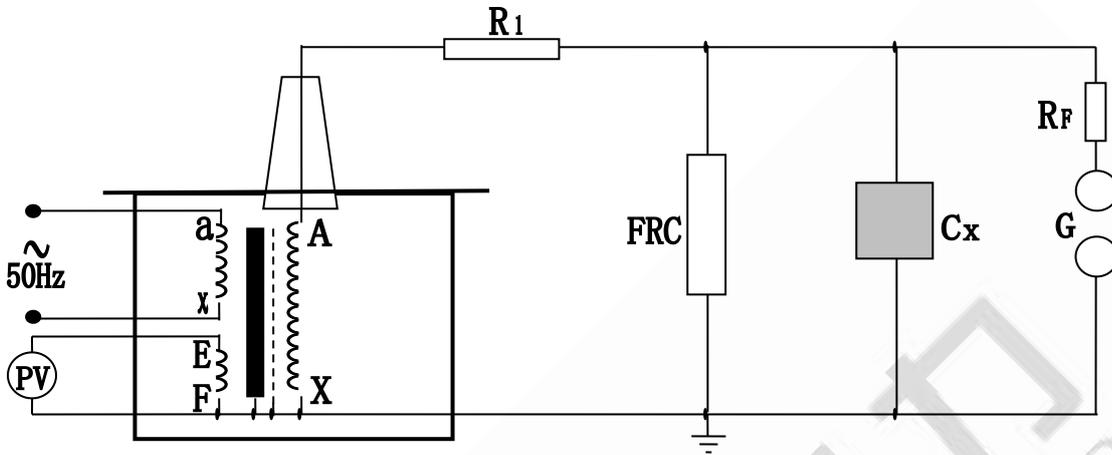

图 6：被试品工频耐压试验接线图
1、YDC 工频耐压试验装置做被试品的工频耐压试验使用接线原理图见图 6。
在工频耐压试验中，低电压侧测量电压(仪表电压)不是非常准确的，其原因是由于工频耐压试验装置存在着漏抗，在这个漏抗上必然存在着压降或容升，使试品上的电压低于或高于低压侧测量电压表上反映出来的电压。工频耐压试验时，被试品上的电压高于工频耐压试验装置的输出电压，也就是所谓容升现象。感应耐压试验时，工频耐压试验装置的漏抗必然存在着压降。为了准确测量被试品上所施加的电压，因此常在高压侧接入 FRC 阻容分压器来测量电压(见图 6)。